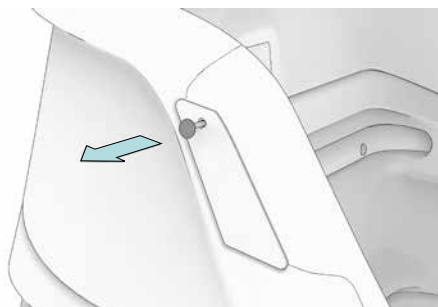
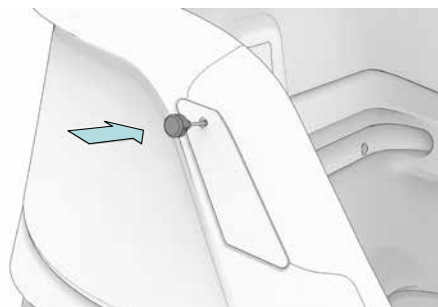

Fig. 24
Fig. 25
Sur le côté de l'Ortho-Safety-Collar, retirez les bouchons filetés (fig. 24), puis vissez les supports de blocage Fidlock® ⑧ à la main (fig. 25).